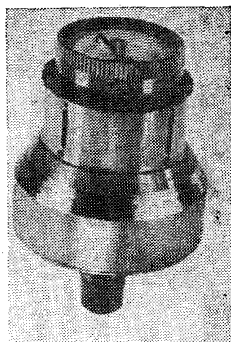

Рис. 3. Гониометр топографический ГР-2
1.19. Гониометр топографический ГР-2 (рис. 3) предназначен для определения азимутов направлений и измерения горизонтальных